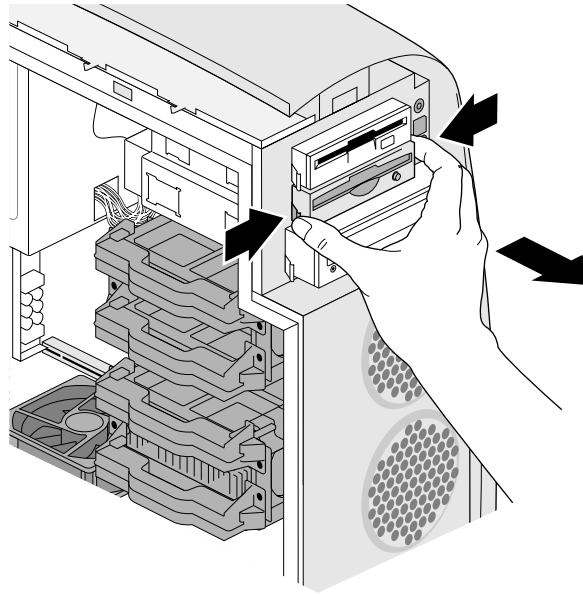

Figure 4-11 Retrait du lecteur
6. En vous plaçant face au système, appuyez sur la partie saillante de chaque coulisseau, puis tirez le lecteur vers vous (voir Figure 4-11).